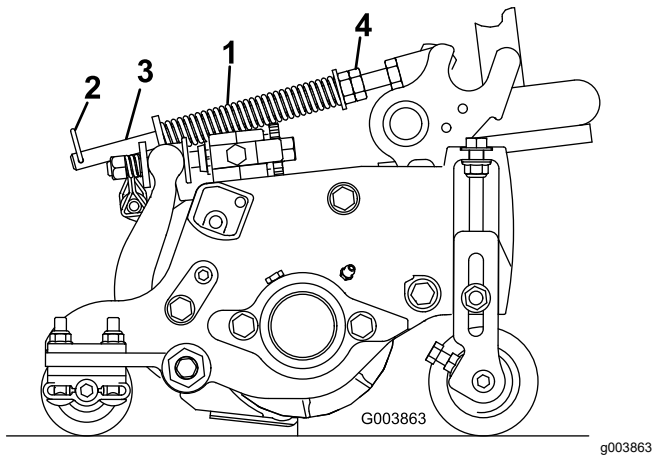

Figura 14
El muelle de compensación del césped transfiere peso desde el rodillo delantero al trasero (Figura 14). Esto ayuda a reducir el patrón de ondulación en el césped.
1. Asegúrese de que la chaveta está instalada en el orificio del extremo de la varilla (Figura 14).
2. Apriete las tuercas hexagonales del extremo delantero de la varilla del muelle hasta que la longitud comprimida del muelle sea de 12.7 cm (5") en unidades de corte de 12.7 cm (5"), o de 15.9 cm (6.25") en unidades de corte de 18 cm (7") (Figura 14).